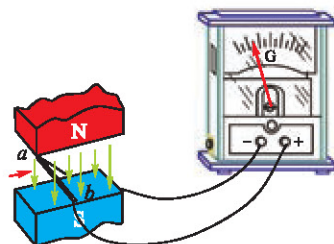

图 1-4-2 闭合电路的部分导体在磁极间左右运动
2. 按图 1-4-2 所示连成电路，图中 G 为电流计， $ab$  为一段直导线，观察导体  $ab$  在匀强磁场中向左和向右运动时电流计指针偏转的方向；然后再将匀强磁场的方向反过来，重复上述过程。分析磁场方向、导体切割磁感线运动方向和感应电流方向之间的关系。
在图 1-4-2 的情形中，导体  $ab$  向右运动时，回路中的电流沿顺时针方向，在  $ab$  段电流从  $b$  流向  $a$ ；导线  $ab$  向左运动时，回路中的电流沿逆时针方向，在  $ab$  段电流从  $a$  流向  $b$ 。